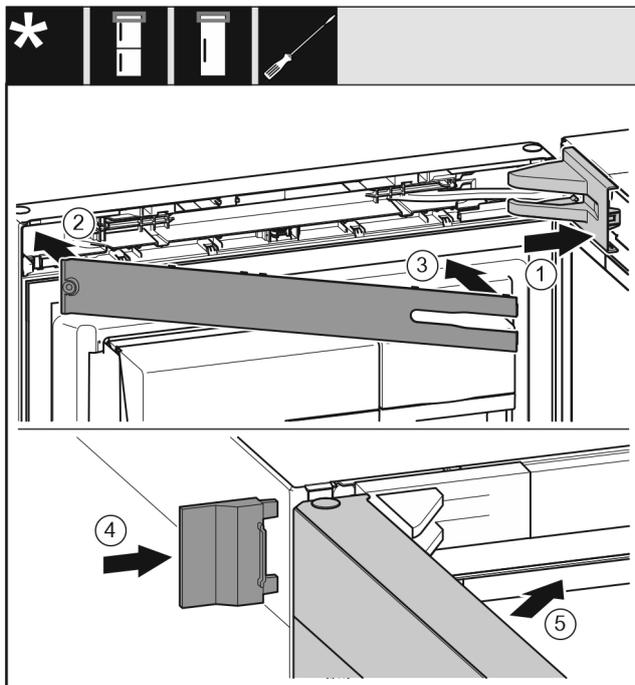

Fig. 57
- ▶ Lagerbockabdeckung Fig. 57 (1) aufsetzen und einrasten, ggf. vorsichtig auseinanderdrücken.
- ▶ Blende Fig. 57 (2) aufsetzen.
- ▶ Blende Fig. 57 (3) einschwenken und einrasten.
- ▶ Äußere Abdeckung Fig. 57 (4) aufchieben.
- ▶ Obere Tür Fig. 57 (5) schließen.